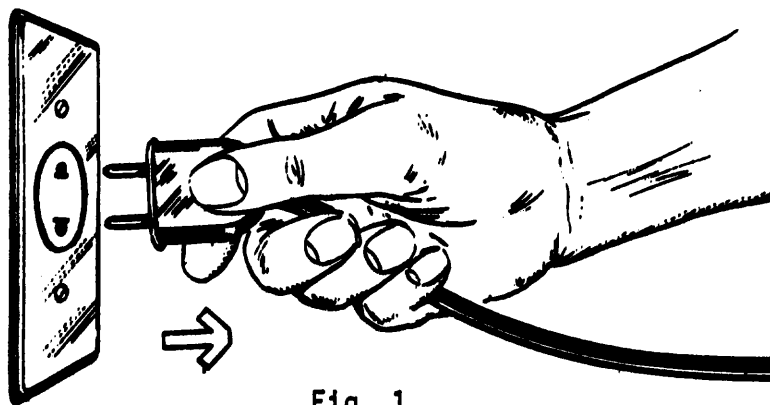

Fig. 1
*NUNCA RETIRE EL ENCHUFE TIRANDO DEL HILO (fig. 1).*